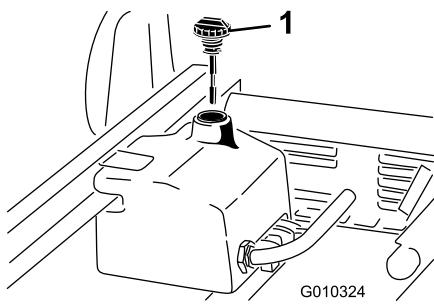

Рисунок 19
- Очистите зону вокруг заливной горловины и крышки гидравлического бака (Рисунок 19).
3. Извлеките масломерный щуп (Рисунок 19) из заливной горловины и протрите его чистой ветошью.